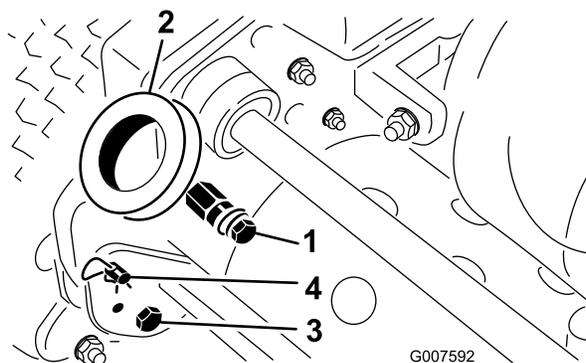

Figura 2
1. Retire los pernos y las contratuercas que sujetan la parte inferior de los brazos del manillar a cada lado del cortacésped (Figura 2).
2. Retire los pasadores de horquilla y los pasadores de anilla que fijan los brazos del manillar a la parte de atrás del bastidor (Figura 2).
3. Introduzca los extremos del manillar por los taladros de los brazos del manillar y alinee los taladros con los pasadores de montaje (Figura 2).
1. Retire los pasadores de horquilla de los pasadores de anilla en cada lado del cortacésped (Figura 2).
2. Sujetando el manillar, retire los pasadores de anilla de cada lado y suba o baje el manillar a la posición de operación deseada (Figura 2).